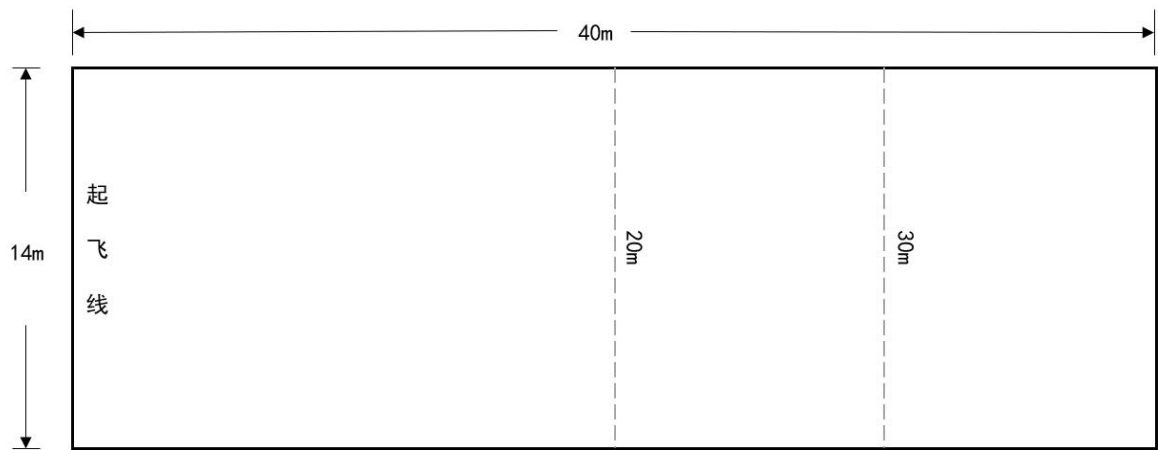

图 D. 2 手掷模型飞机测试场地示意图
D. 3. 2. 3. 2 直线距离测试场地详见图 D. 2。